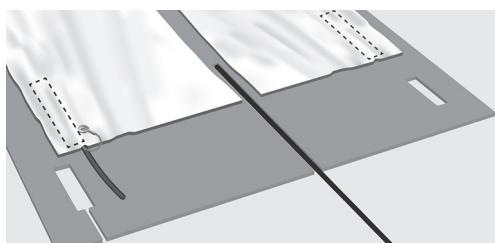

Abb. 8. Ausschnitt in der Unterlage
**8.** Sobald die Heizmatte oder Heizmatten gemäß Ihrer Zeichnung montiert wurden, sollten Ausschnitte in der Unterlage durchgeführt werden, um Platz für die Verbindungen in der Heizmatte zu schaffen (Abb. 8).